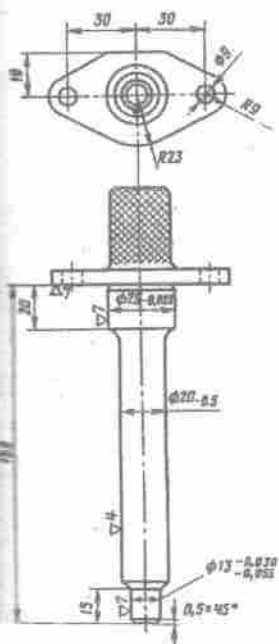

Bild 70. Zentrierdorn für Ölpumpe
3. Sich vergewissern, daß der Kompressionsvorgang begonnen hat und die Kurbelwelle langsam weiterdrehen, bis Marke 2 (Bild 25) auf der Kurbellenscheibe mit Stift 1 zusammenfällt. Darauf die Pumpe achsfluchtend mit der Bohrung für den Antrieb aufstellen. Dazu den Zentrierdorn verwenden (s. Bild 70), der dicht in die Bohrung des Motorblocks für den Antrieb hineingeht und mit einem zylindrischen Schaft (Durchmesser 13 mm) versehen ist. Die Pumpe nach dem Schaft des Dorns zentrieren und in dieser Stellung befestigen.